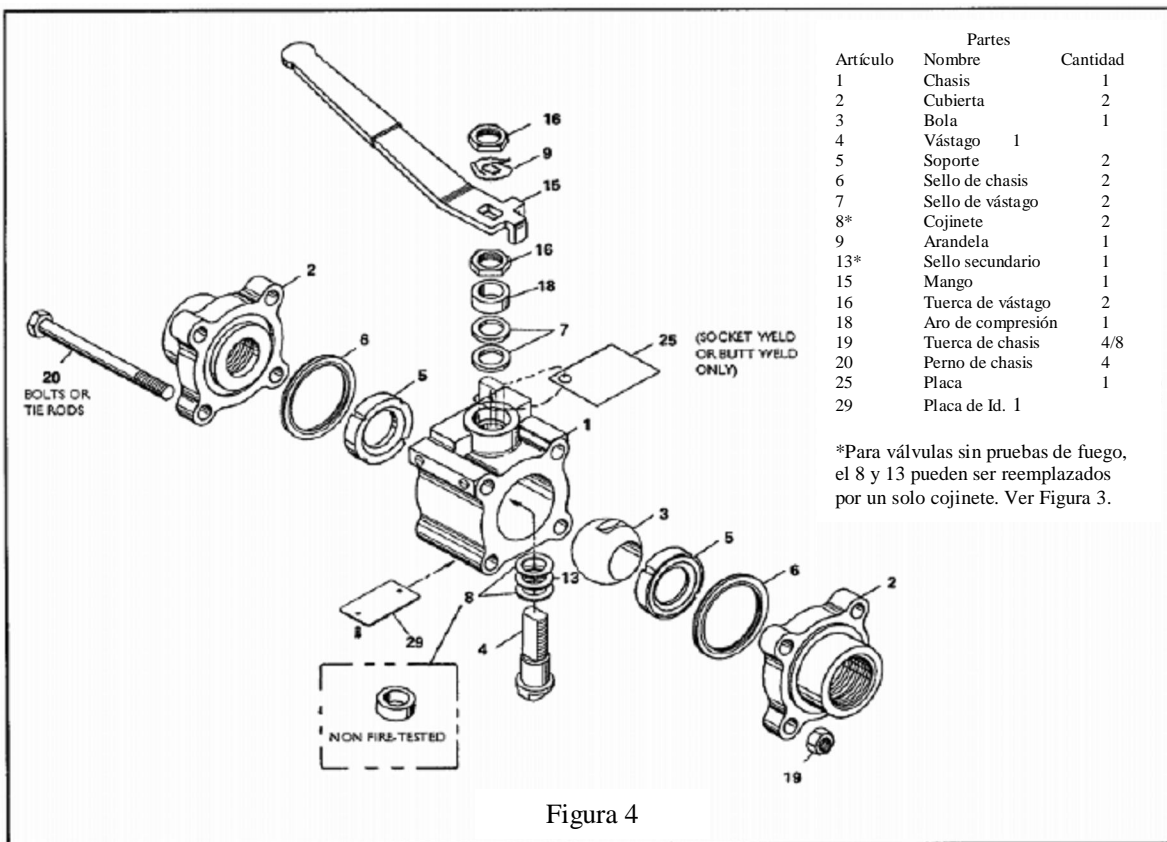

Figura 4
6. Trabajando cualquiera de los extremos del chasis, coloque un asiento en el chasis. Encájelo cómodamente contra el globo cerrado. NOTE: la superficie del asiento es hacia el globo (vea la figura 4)